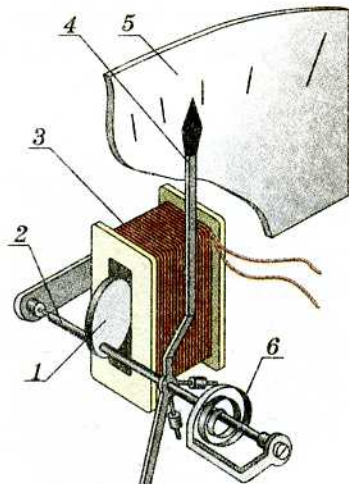

Рис. 29.2. Схема вимірювального механізму приладу електромагнітної системи: 1 — рухоме осердя; 2 — вісь; 3 — котушка; 4 — стрілка; 5 — шкала; 6 — пружина
На рис. 29.2 зображено *схему вимірювального механізму приладу електромагнітної системи*. Сталеве рухоме осердя (1) жорстко